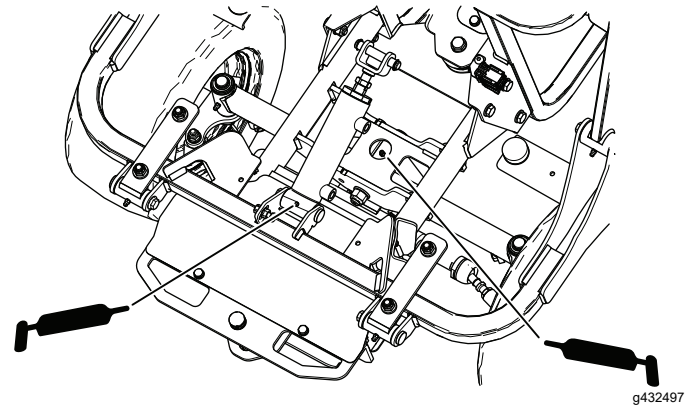

図 45
- ホッパーシリンダのピボットと後アクスルのピボット 図 45